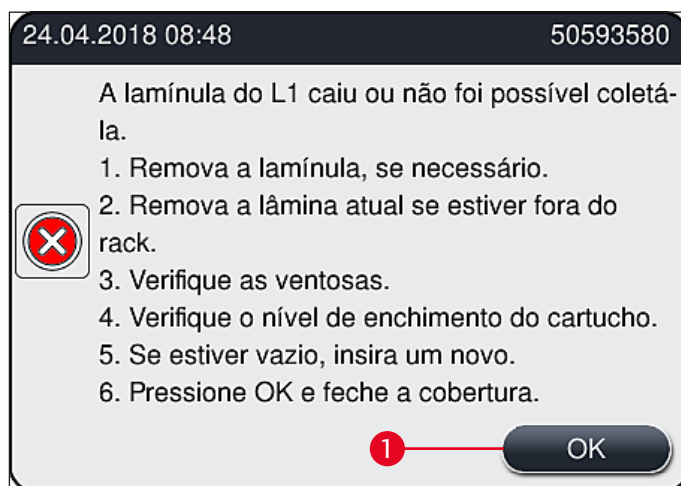

Fig. 111
Se o **módulo Pick&Place** perder uma lamínula durante o transporte para a lâmina ou se o **módulo Pick&Place** não puder remover uma lamínula do cartucho de lamínulas após 3 tentativas, o usuário é notificado a respeito através de uma mensagem de erro (→ Fig. 111).
- ① Se esta mensagem (→ Fig. 111) for exibida, o usuário deve verificar primeiro se uma lamínula foi perdida durante o transporte para a lâmina ou se o **módulo Pick&Place** não conseguiu remover uma lamínula do cartucho de lamínulas.